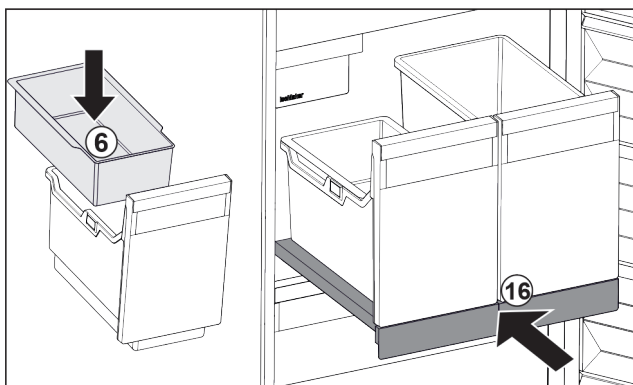

Fig. 29
- ▶ Włożyć półkę zawieszoną Fig. 29 (6) na kostki lodu.
- ▶ Wsunąć wysuwaną półkę z pojemnikiem (IceTower). Fig. 29 (16)